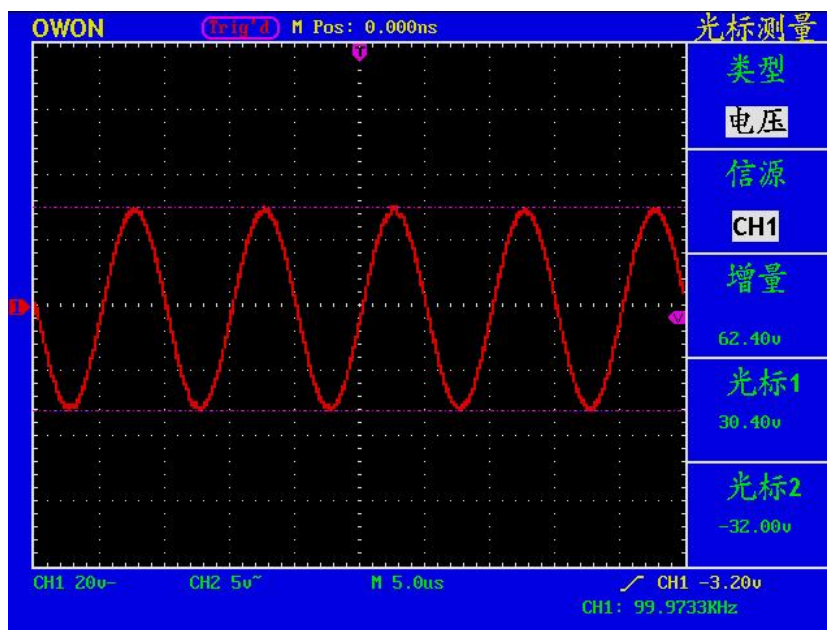

图71：电压光标测量波形
- 4、根据被测波形调整光标1、光标2的位置，增量窗口显示光标1和光标2电压幅度差值的绝对值。光标1窗口显示光标1当前的位置，光标2窗口显示光标2当前的位置。见图71：